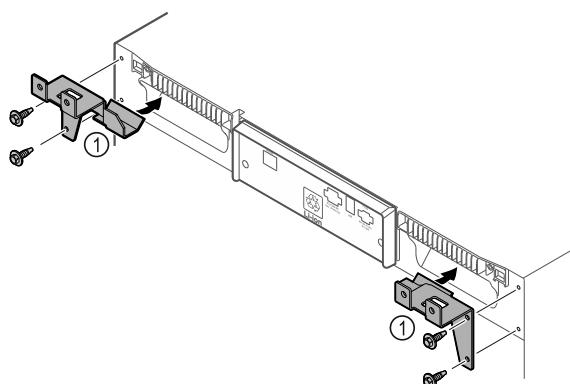

Fig. 10
- Монтувати деталі для підтримки Fig. 10 (1) з приданими гвинтами на пристрій.